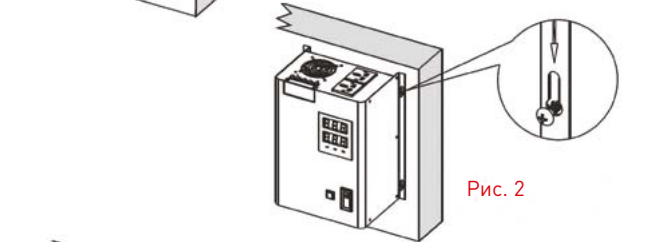

Рис. 2
- 6. Опустите стабилизатор вниз, пока болты не окажутся на верхнем крае отверстия (рис. 2).